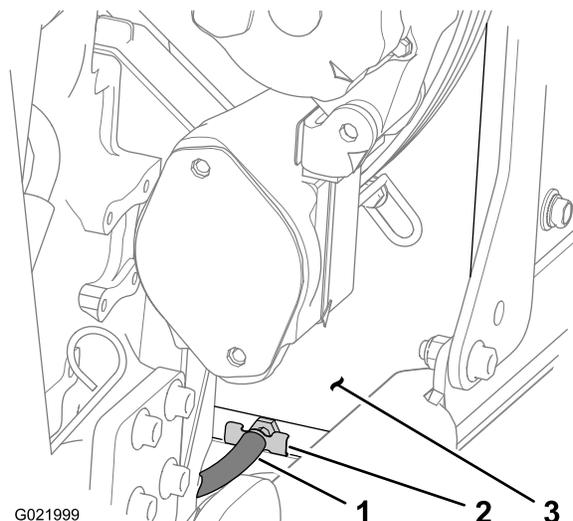

Figura 80
3. Posicione uma bandeja de drenagem com capacidade mínima de 20 L (5,3 galões) sob a extremidade aberta da mangueira de drenagem (Figura 80).
5. Feche a válvula de drenagem (Figura 80).
- F. Abra a válvula de drenagem e drene a solução de limpeza para dentro de uma bandeja de drenagem (Figura 80).
- E. Abra a válvula de drenagem (Figura 80) e drene a água para dentro de uma bandeja de drenagem.